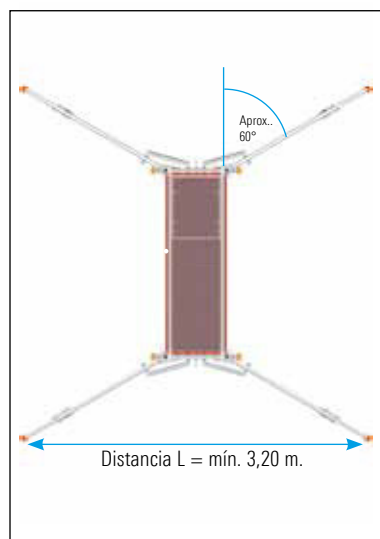

Fig. 7
**Montaje auto estable:** En todos los casos 60° desde el lado longitudinal de la torre (Fig. 7).